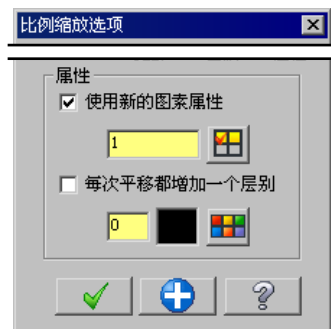

图 3.14.26 使用新的图素属性
- ☒ **使用新的图素属性** 复选框：用于定义缩放图素的层别和颜色等参数。当选中此复选框时，**属性** 区域的其他参数方可显示，如图 3.14.26 所示。